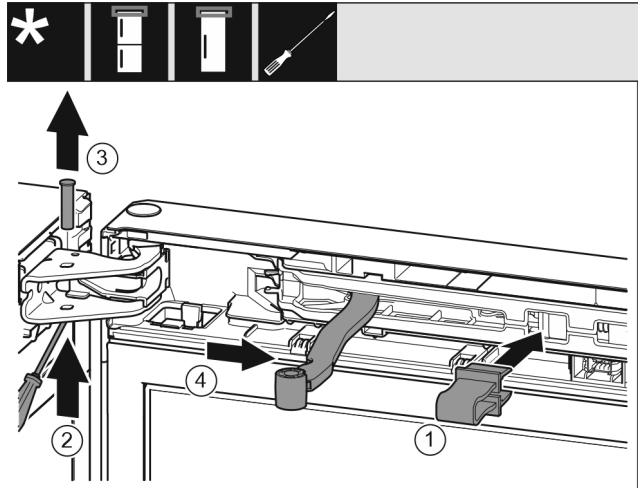

Fig. 11
► Pattintsa be a biztosítékot Fig. 11 (1) a nyílásba.
► Tolja ki a csapszeget Fig. 11 (2).
► Vegye ki felfelé a csapszeget Fig. 11 (3).
► Forgassa az ajtó irányába a csuklót Fig. 11 (4).